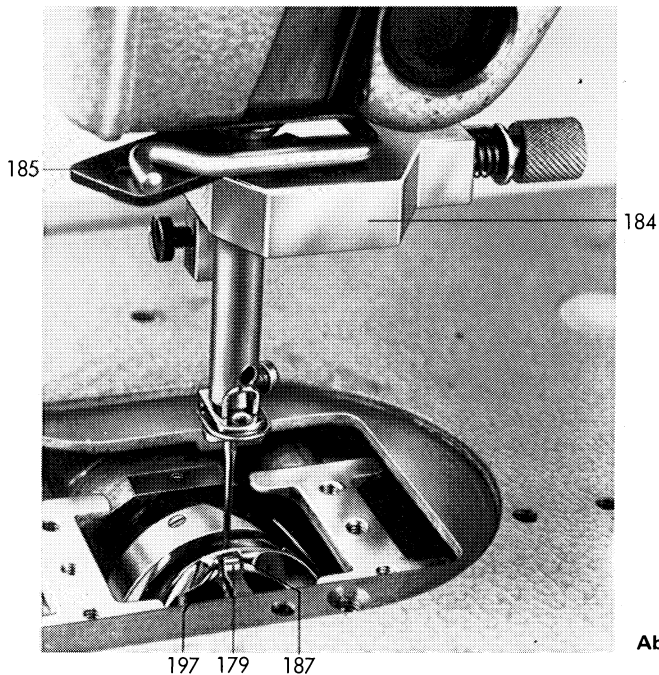

Abb. 32
Der Schleifenhub wird mittels Einstellkloben 184 (Abb. 32), Bestell-Nr. 22351, und der entsprechenden Hubzunge wie nachstehend beschrieben eingestellt:
Durch die hohe Umlaufgeschwindigkeit des Greifers entsteht zwischen der Laufbahn des Greifers und der des Spulengehäuse-Unterteiles eine nicht unwesentliche Reibung und dadurch bei Maschinen ohne Spulengehäuselüftung ein gewisser Druck an der Fadenaustrittsstelle zwischen der Nase des Spulengehäusehalters 179 (Abb. 32) und der Anlagefläche 187 des Spulengehäuse-Unterteiles. Der Spulengehäuselüfter hat die Aufgabe, das Spulengehäuse-Unterteil in dem Moment ein wenig entgegen der Greiferdrehrichtung zurückzuziehen, wenn die über das Gehäuse geführte Oberfadenschlinge die Halternase passiert, so daß der Fadenaustritt an dieser Stelle ungehindert erfolgen kann.
die Oberfadenschlinge sowohl an der Nase 230 des Lüfterfingers 188 (Abb. 9) als auch an der Nase des Spulengehäusehalters 179 (Abb. 32) freien Durchgang hat. Zum Einstellen der Spulengehäuselüfterbewegung, die sehr genau vorgenommen werden muß, verfährt man wie folgt:
3. den Exzenterbolzen 196 (mit einem Schraubenzieher durch die freiwerdende Bohrung des Stopfens 193) und den Lüfterfinger 188 so einstellen, daß zu dem Zeitpunkt, an dem die Nadel ihre Höchststellung erreicht hat, der Lüfterfinger 188 (bei in Greiferdrehrichtung gedrücktem Spulengehäuse) den Anschlagnocken 229 (Abb. 9) berührt und das Spulengehäuseunterteil soweit nach links zieht, bis beiderseits der Halternase des Spulengehäusehalters 179 ein gleichgroßer Abstand zu den Anlageflächen 187 und 197 (Abb. 32) des Spulengehäuse-Unterteiles verbleibt.
Das Zusammensetzen des Greifers geschieht in umgekehrter Folge, wobei jedoch beachtet werden muß, daß die Nase des Spulengehäusehalters 179 (Abb. 32) in die Nut des Spulengehäuse-Unterteiles greift.